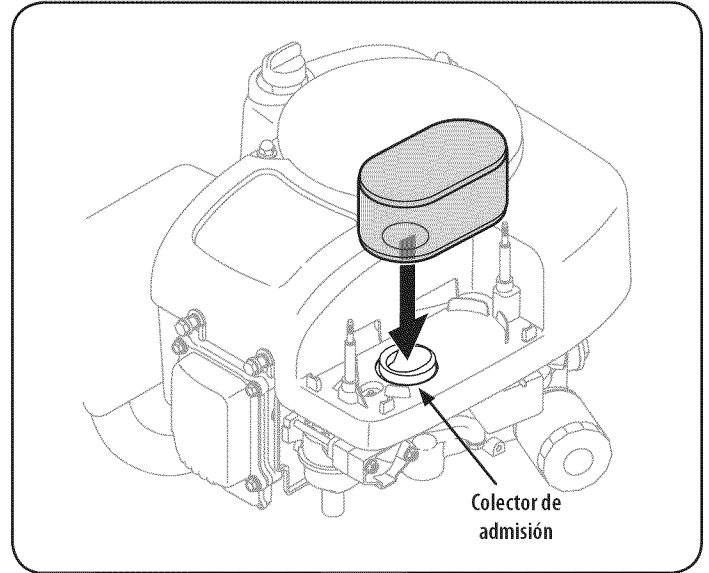

Figura 19
5. Conecte el nuevo filtro de aire con elemento de espuma alineando el orificio en el filtro de aire con el colector de admisión. Vea la Figura 19.